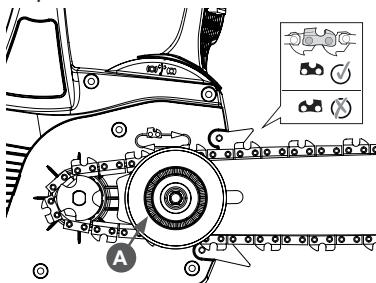

Рис. 3 Установка шины
- Возмите шину. Вращая колесо А накладки шины (Рис. 3) против часовой стрелки переместите его в самое переднее положение нашине. Установите ведущие звенья пильной цепи в пазы шины.